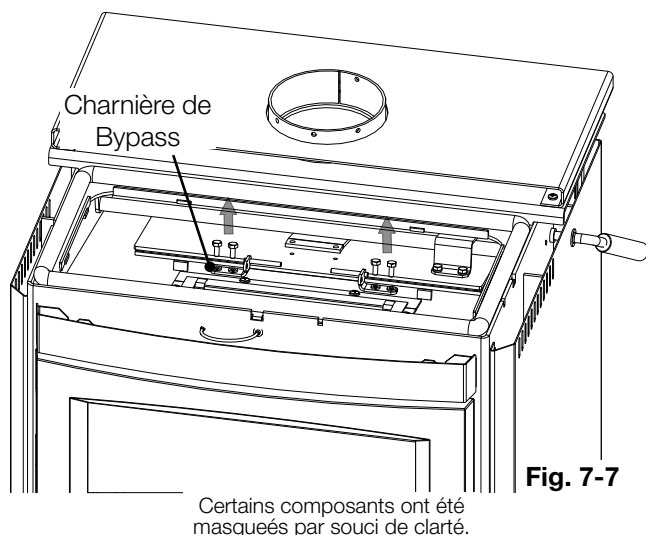

Fig. 7-7
3. Retirez les charnières de bypass en retirant les 4 vis (2 par côté) (**Fig. 7-7**), retirez le guide de tige de bypass en retirant les 2 vis (**Fig. 7-8**), puis retirez la porte de bypass.